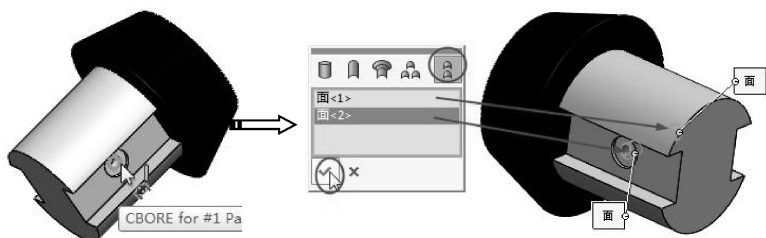

图 5-38 选择孔添加大小尺寸
- 03 在【DimXpert】选项卡中单击【大小尺寸】按钮，选择孔进行标注，随后弹出识别特征的特征选择器，单击特征选择器，单击【生成复合孔】按钮，接着选择另一侧的孔面，如图 5-38 所示。